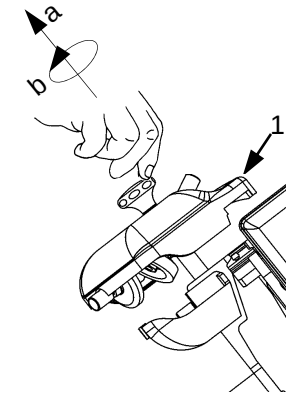

Abb. 35
2. die Kappe der Schleifvorrichtung (1) hochziehen (a) und um 180° drehen (b Abb. 35);